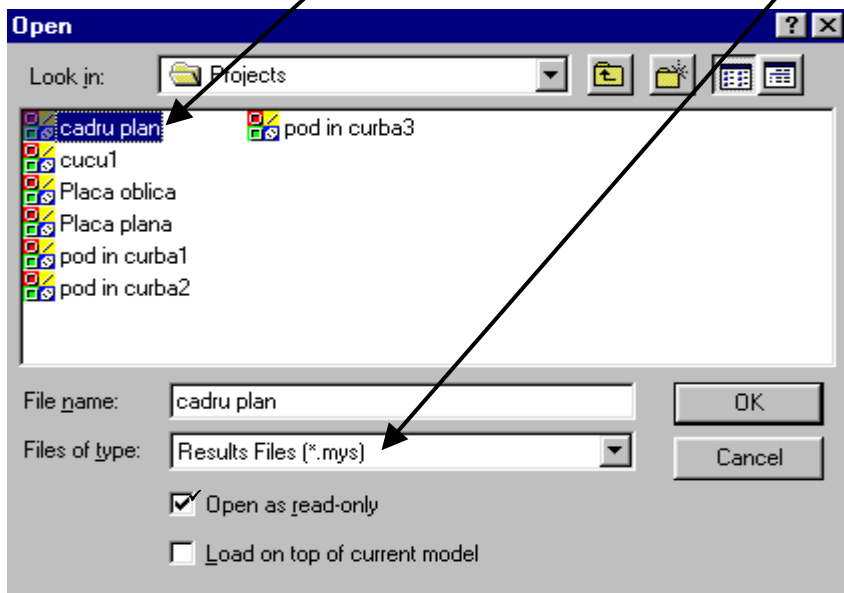

Fig. 46
- click dublu pe **LUSAS Modeller (2)** pentru apelarea programului pentru citirea și vizualizarea rezultatelor
- în caseta de dialog care va fi afișată se selectează opțiunea **Results File (\*.mys)** pentru a avea acces la fișierul de rezultate (fig. 46)